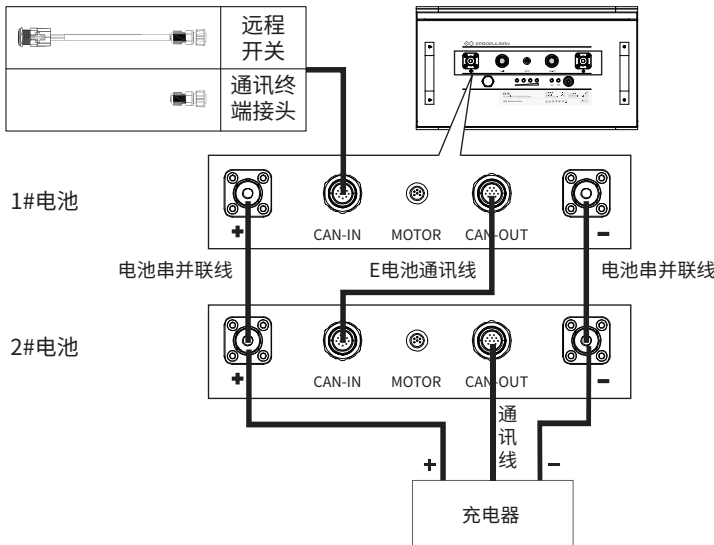

图2-7
**⚠️ 给并联的电池充电时，充电器与未连接CAN-OUT接口的电池（参考图2-7中的2#电池）连接。**